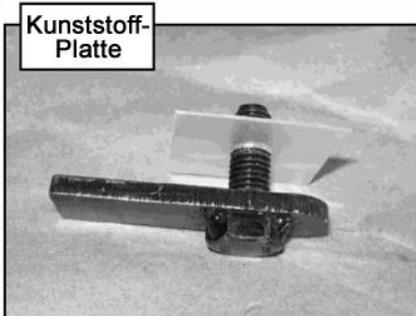

Bild 3 - Hintere Bolzen-Platte
Nehmen Sie die Halterung mit dem gewinkelten Ende. Entfernen Sie das Abdeckband am inneren Karosserieblech um den Montagepunkt freizulegen. Drehen Sie (1x) Kunststoff-Platte teilweise auf eine 10mm Bolzen-Platte. Führen Sie die Platte dann in das Montage Loch ein und drehen Sie die Kunststoff-Platte auf den Bolzen, bis diese fest am Unterboden anliegt (**Bild 3**). HINWEIS: Die Kunststoff-Platte dient nur dazu, den Bolzen in Position zu halten, damit dieser nicht herausfällt. Befestigen Sie nun den Stützhalter an der Bolzen-Platte mit (1x) 10mm U-Scheibe, (1x) 10mm Sicherungsscheibe und (1x) 10mm Mutter. Befestigen Sie dann den Stützhalter an der nach vorne zeigenden Seite der Halterung mit (1x) 10mm x 40mm Sechskantschraube, (2x) 10mm U-Scheibe, (1x) 10mm Sicherungsscheibe und (1x) 10mm Mutter (**Bild 5**). Ziehen Sie die Schraube nur handfest an.
5. Nehmen Sie nun den hinteren Stützhalter (mit 90° Winkel am Ende). **Hinweis:** Der hintere Stützhalter wird beim Regular Cab nicht verwendet. Entfernen Sie das Dichtungsband an der Karosserie um den entsprechenden Montagepunkt freizulegen. Drehen Sie (1x) Kunststoff-Platte teilweise auf eine 10mm Bolzen-Platte. Führen Sie die Platte dann in das Montage Loch ein und drehen Sie die Kunststoff-Platte auf den Bolzen, bis diese fest am Unterboden anliegt (**Bild 3**). **HINWEIS:** Die Kunststoff-Platte dient nur dazu, den Bolzen in Position zu halten, damit dieser nicht herausfällt. Befestigen Sie nun den Stützhalter an der Bolzen-Platte mit (1x) 10mm U-Scheibe, (1x) 10mm Sicherungsscheibe und (1x) 10mm Mutter. Befestigen Sie dann den Stützhalter an der nach vorne zeigenden Seite der Halterung mit (1x) 10mm x 40mm Sechskantschraube, (2x) 10mm U-Scheibe, (1x) 10mm Sicherungsscheibe und (1x) 10mm Mutter. Ziehen Sie die Schraube nur handfest an.